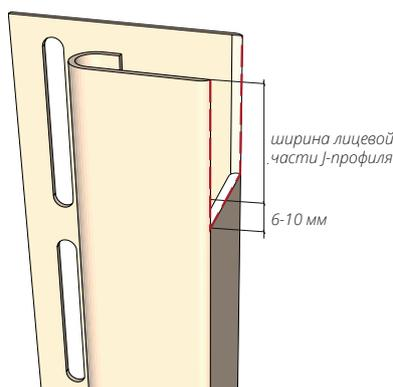
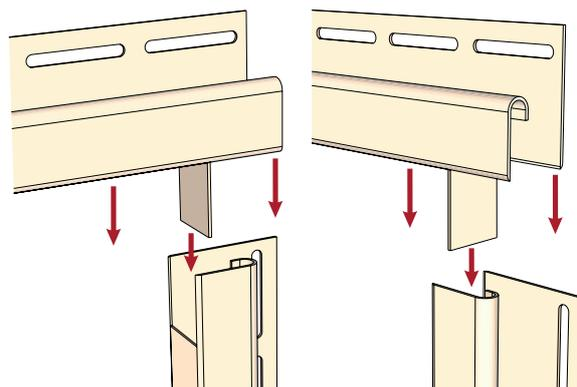

Рисунок 41
Рисунок 42
**14.5** J-профиль монтируемый в нижней части соединения необходимо подрезать согласно рис. 41. Смонтируйте J-профиля согласно рис. 42, соблюдая общие правила монтажа.